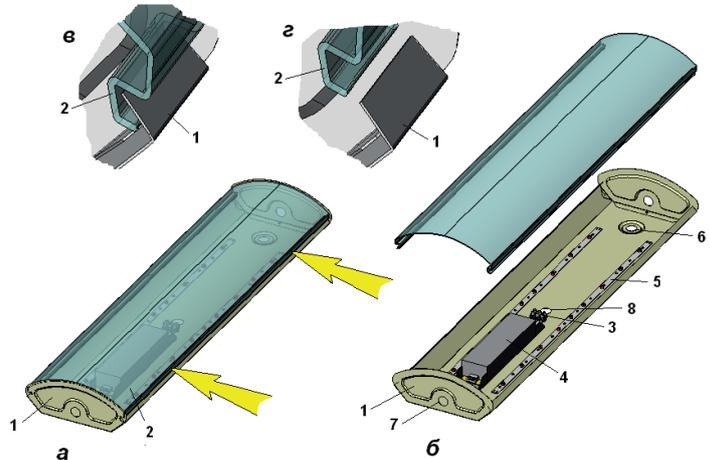

Рис.1. Светильник типа DL 78-07
- 5.1. Корпус светильника 1 (рис.1) изготовлен из стального листа, окрашенного порошковой эмалью. В корпусе установлены светодиодные линейки 5, стабилизированный по току, источник электропитания для них 4, клеммная колодка 3, соединенные между собой монтажными проводами.
- 6.1. Извлечь светильник из упаковки. Нажимая на край рассеивателя, как указано стрелками (рис. 1а), снять рассеиватель с корпуса светильника (рис. 1б).